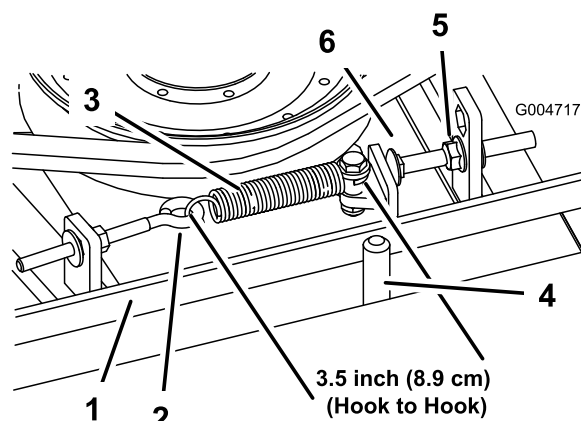

Figura 70
Quando la tensione è corretta, la molla di prolunga (da gancio a gancio) deve essere lunga circa 8,9 cm \pm 63 cm (misura interna). Quando la tensione della molla è giusta, regolate il bullone di arresto (bullone a testa tonda) fino ad ottenere un gioco di 32 cm + 152/,000 cm tra la testa del bullone ed il braccio di rinvio (Figura 70).
Nota: Verificate che la cinghia si trovi dal lato molla del guidacinghia (Figura 70).
2. Allentate il bullone ad occhio per consentire la rimozione della molla di prolunga (Figura 70).
3. Allentate il dado flangiato che fissa il bullone di arresto alla linguetta di montaggio. Allentate il dado quanto basta per consentire al braccio di rinvio di oltrepassare il bullone di arresto (Figura 70). Allontanate la puleggia tendicinghia dalla cinghia in modo da allentare la tensione della cinghia.
8. Ricollegate la molla di prolunga (Figura 70) al bullone ad occhio e tendete la cinghia come segue: